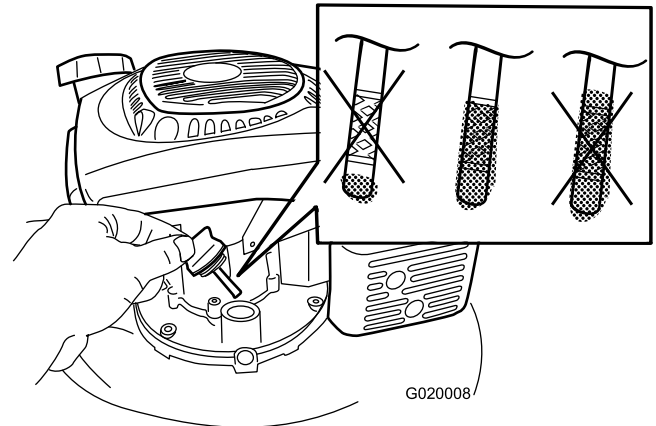

Figura 9
1. Retire la varilla, límpiela con un trapo, vuelva a colocarla en el tubo de llenado, **pero no la enrosque** (Figura 9).
2. Retire la varilla y compruebe el nivel de aceite (Figura 9). Si el nivel de aceite está por debajo de la marca. Añadir de la varilla, vierta aceite **lentamente** por el tubo de llenado hasta que el nivel llegue a la marca de Lleno de la varilla. **No llene demasiado.** (Capacidad máxima: 0.65 l (22 onzas), tipo: 10W-30 o SAE 30, aceite detergente con clasificación de servicio API, SJ, o superior.)